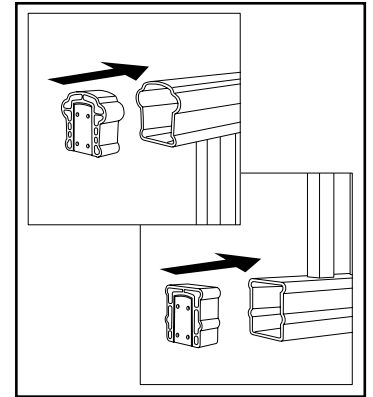

Figura 3
- 4.) Luego deslice los soportes inferior y superior por los extremos del barandal previamente ensamblado (2 x superiores, 2 x inferiores) (Figura 3).